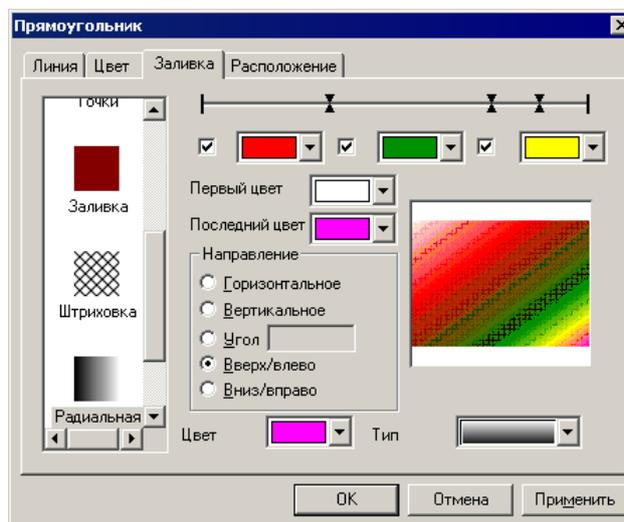

Рисунок 138
- в средней части вкладки: переключатель «Горизонтальное / Вертикальное» и переключатель «Вверх-влево / Вниз-вправо», выбор позиций которых задает направление линий фона (см. рис. 138).